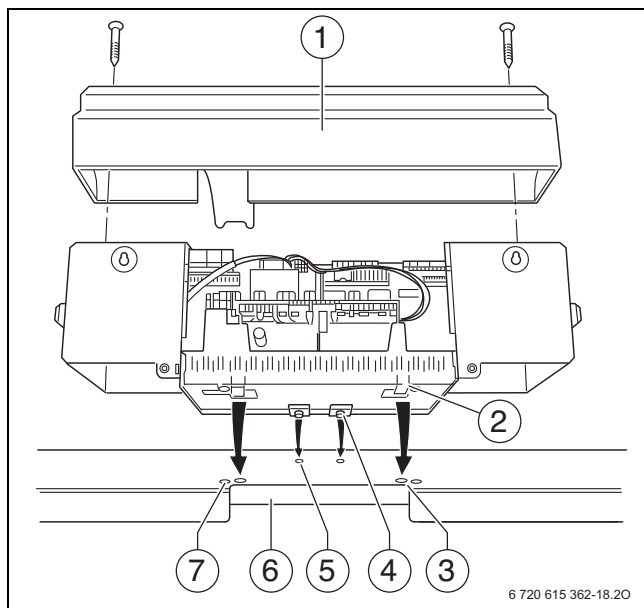
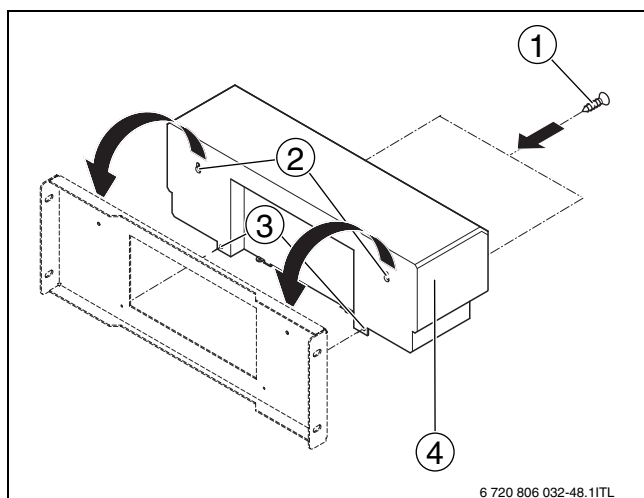

Fig. 22 Montarea automatizării în cazul cazanelor de la 120 kW până la 820 kW
Fig. 23 Montarea aparatului de reglare în cazul cazanelor de la 1040 kW până la 1850 kW
În fig. 22 sunt reprezentate cu vedere din spate automatizarea (fără peretele din spate) și suportul acesteia [1].
În fig. 23, pagina 21 este reprezentată din spate automatizarea.
- Desfaceți ambele șuruburi din capacul detașabil [1]. Scoateți capacul detașabil [2] în sus (→ fig. 22).
- Scoateți ambele dopuri (→ fig. 23, [2]) din automatizare.
- Suspendați automatizările (→ fig. 23, [4]) în cuiele suportului automatizării de pe partea cazanului.
- ▶ Montați din nou capacul detașabil (→ fig. 22 și fig. 23, pagina 21) pe automatizare.
- ▶ Fixați capacul detașabil al automatizării cu ajutorul șuruburilor (fig. 22, pagina 21 și fig. 23, pagina 21).